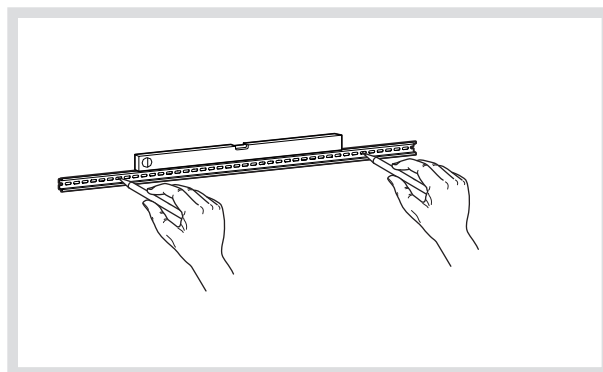

Bild 6: Bohrlöcher markieren
- Trageschiene waagrecht an die Wand halten und die Befestigungslöcher markieren, so dass der Mindestabstand des Energiespeichersystems von 20 cm zur Decke und zum Fußboden nicht unterschritten wird (Bild 6).